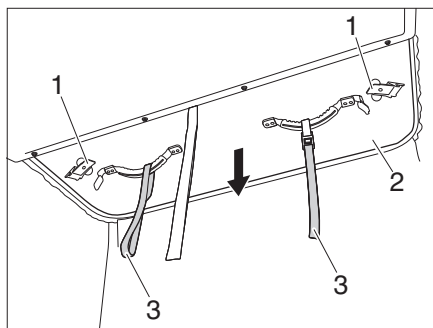
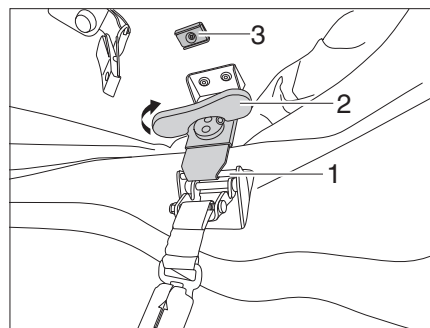

Figure 40 Tirer le toit relevable vers le bas
Figure 41 Serrer le verrouillage
- ▷ Veiller à ce que les leviers de fermeture (Figure 40,1) soient fixés en haut à l'aimant.
- Contrôler si les verrouillages sont fixés par les aimants (Figure 41,3).
- Tirer le toit relevable (Figure 40,2) vers le bas à l'aide des poignées de traction (Figure 40,3).
- Détacher le levier de fermeture (Figure 40,1) de l'aimant (Figure 41,3) et l'accrocher dans le verrouillage (Figure 41,1).
- Tourner la poignée tournante (Figure 41,2) du verrouillage dans le sens des aiguilles d'une montre jusqu'à ce que le verrouillage soit fixé.
- Rabattre la poignée tournante (Figure 41,2) vers le haut.